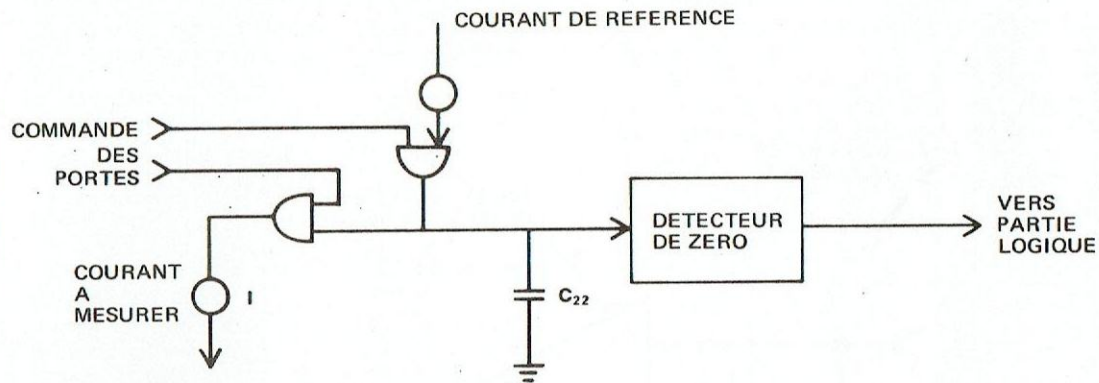

Figure 4-6 SCHEMA DE PRINCIPE DU CONVERTISSEUR A/N
4.31. (voir schéma de la figure 4-6). Le condensateur d'intégration est le condensateur C22. Il reçoit du courant en provenance de deux sources, la source de courant "signal" (I, en sortie de l'amplificateur) et la source de courant de référence. Comme il est expliqué plus haut, le courant "signal" est présent pendant le temps T1 et le courant de référence est présent pendant le temps T2. Ces courants n'agissent jamais sur le condensateur en même temps. Des protes (voir figure 4-6) commandent la commutation de ces courants. Normalement, le courant de référence s'écoule à travers sa porte dans le détecteur de zéro. Le condensateur d'intégration C22 a été chargé jusqu'à une tension que nous appellerons E1.